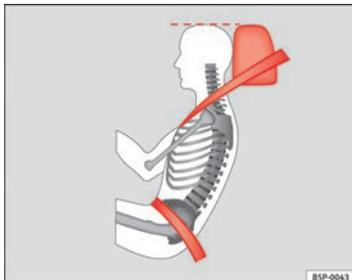

Fig. 14 Posição da faixa do cinto de segurança e do encosto de cabeça regulados correctamente, vistos de lado
- A faixa inferior do cinto de segurança deve passar na zona pélvica, mas nunca por cima do abdómen. O cinto de segurança deve ficar direito e bem ajustado à zona pélvica ⇒ Fig. 14. Se necessário, encurtar um pouco a faixa do cinto de segurança.